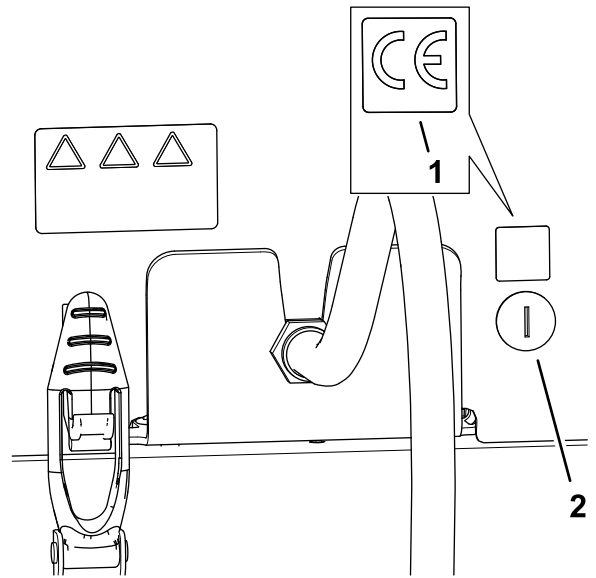

Figure 34
1. Avec de l'alcool à friction et un chiffon propre, nettoyez la zone du capot près du verrou et laissez sécher le capot (Figure 34).